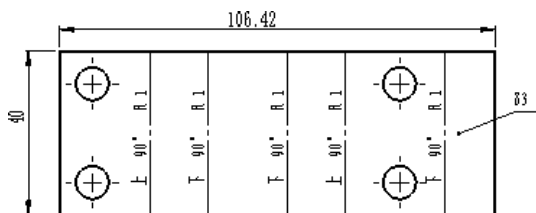

图 8.5.16 标注注释
(1) 选择命令。选择下拉菜单 **插入(I)** → **注解(A)** → **A 注释(N)** 命令，系统弹出“注释”对话框。
(2) 选取放置注释文本的位置。在展开视图右边空白处单击放置文本引线，再将鼠标指针移动到展开视图外单击，放置注释文本，系统弹出“格式化”对话框。
(3) 创建注释文本。在弹出的“注释”文本框中输入文字“83”，将字号改为“14”。
(4) 单击“注释”对话框中的“完成”按钮 ，完成注释的创建，如图 8.5.16 所示。